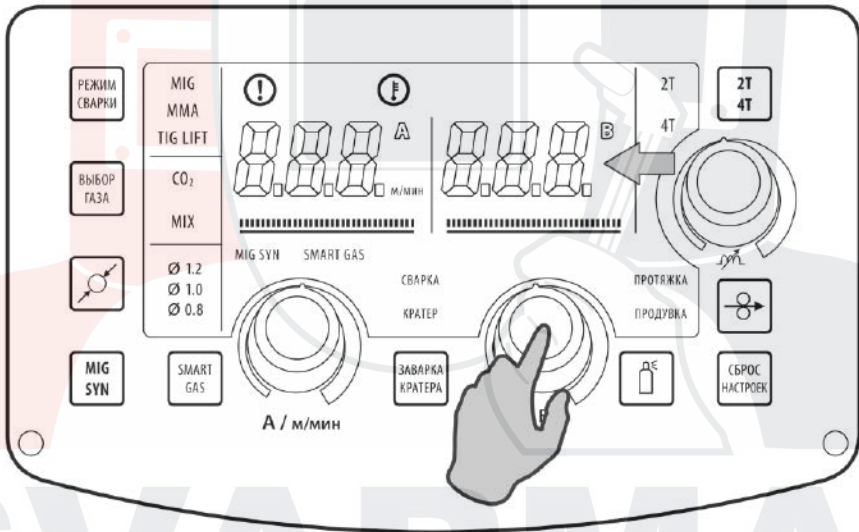

Рис. 10.1.3. Регулятор Arc Force.
4. Установите значение форсажа дуги (см. рис. 10.1.3).
Arc Force рекомендуется применять при сварке покрытыми электродами на малых токах (см. рис. 10.1.3). Кнопкой «ЗАВАРКА КРАТЕРА» переключитесь на регулировку форсажа дуги (см. рис. 7.0.2, п. 8) и регулятором выставите значение на 15–20% больше основного тока (см. рис. 7.0.2, п. 9).